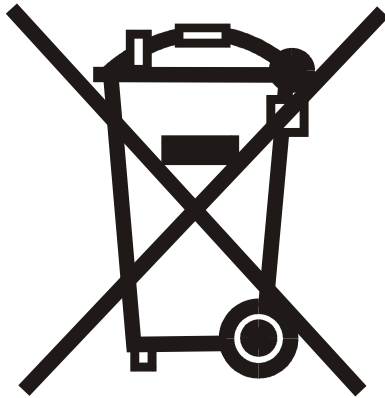

Rys. 1 Schemat podłączenia urządzeń i czujników do regulatora GH10RA
3. podłączyć czujnik temperatury CWU do sterownika pod zaciski jak na Rys. 1
Do sterownika GH10RA można podłączyć zewnętrzny termostat (⇒ Rys.1), który w przypadku zadziałania zewrze swoje styki wyjściowe i wprowadzi kocioł w stan blokady. Na wyświetlaczu pojawi się napis „bLo”.